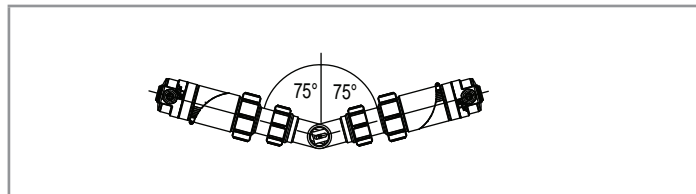

Bild 11 :Neigung gegenüber der Vertikalen
- Das Fitting in einem Winkel von max. $\pm 75^\circ$ in Bezug auf die Vertikale in der Rohrleitung installieren (siehe Bild 11) und dabei die Anweisungen der Bedienungsanleitung des verwendeten Fittings einhalten.